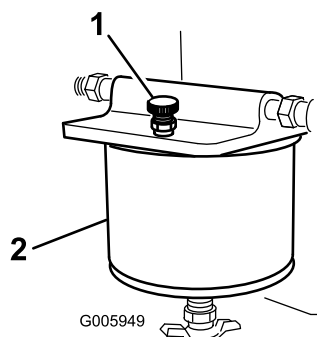

Figure 32
3. Ouvrez la vis de purge en haut du filtre pour permettre au carburant de s'écouler dans la cuvette (Figure 32).